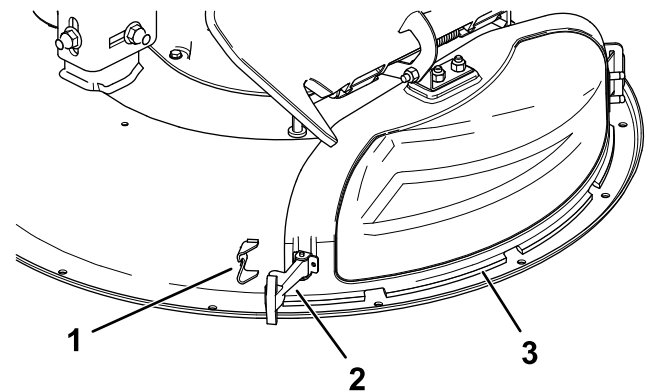

Bild 12
3. Lösen Sie den flexiblen Riegel vom Riegelhalter an der Auswurfkanalabdeckung und schwenken Sie die Auswurfkanalabdeckung nach rechts (Bild 12).
- 6. Haken Sie zum Befestigen der Auswurfkanalabdeckung am Mähwerk den flexiblen Riegel an der Auswurfkanalabdeckung im Halter am Mähwerk ein (Bild 12).